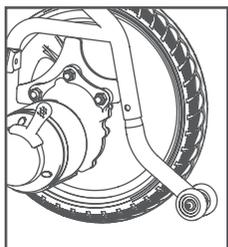

Figura 12
- Instalación y retirada de la rueda estabilizadora: Sujete la canica en el rueda estabilizadora con los dedos mientras se instala e inserte en el orificio del marco hasta que se sujete al orificio de la silla de ruedas. Mientras retira, sostenga la canica con una mano y tire de la rueda estabilizadora hacia atrás con la otra mano, consulte la Figura 12 (Después de la instalación, la rueda estabilizadora está a unos 4 cm sobre el suelo).
- Uso del tubo de reposa pies: La silla de ruedas eléctrica está provista de un tubo para reposa pies móvil, gírelo de la posición en la Figura 11 a la posición en la Figura 12 a lo largo del eje de rotación, asegurándose de que gire en la ranura de la parte de plástico y abra el pedal; la secuencia de acción se invierte para plegarse hacia arriba (Nota: la función es sólo adecuada para modelos provistos con su tubo móvil).